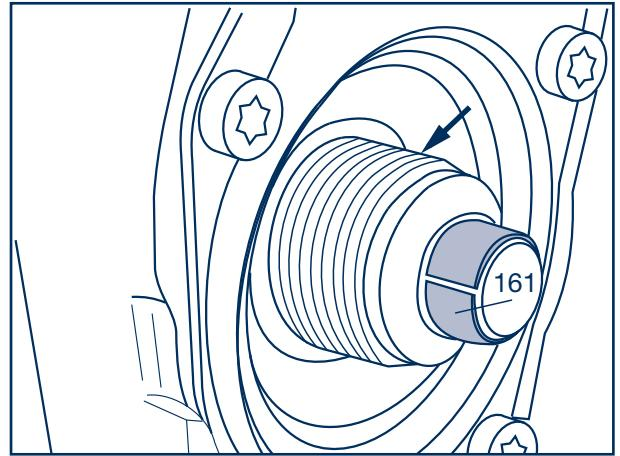

Fig. 7
- [7] Vor dem Einbau des Druckstücks mit Faltenbalg, Gewinde des Gewinderohres mit Renolit HLT2 einstreichen (Fig. 7/Pfeil).
- [9] Neue Lagerbuchse (Fig. 7/161) auf den Ansatz des Gewinderohres montieren.
- [7] Before installing the thrust piece with bellow, rub Renolit HLT2 into the thread (Fig. 7/arrow).
- [9] Fit the new bearing bush (Fig. 7/161) onto the start of the threaded tube.
- [10] Place the thrust piece with bellow (13) onto the bearing bush.
- [7] Avant le montage de pièce de pression avec soufflet, enduire le filet de l'axe de maintien de Renolit HLT2 (Fig. 7/flèche).
- [9] Monter un coussinet de palier neuf (Fig. 7/161) sur l'extrémité de l'axe de maintien.
- [10] Adapter la pièce de pression (13) munie du soufflet sur le coussinet de palier.